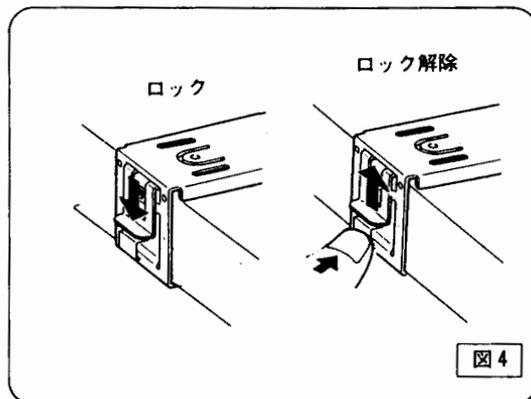

図4
⑤本機をブラケットに入れ、図4のように左右のレバーを下方向に押し下げると本機が固定されます。